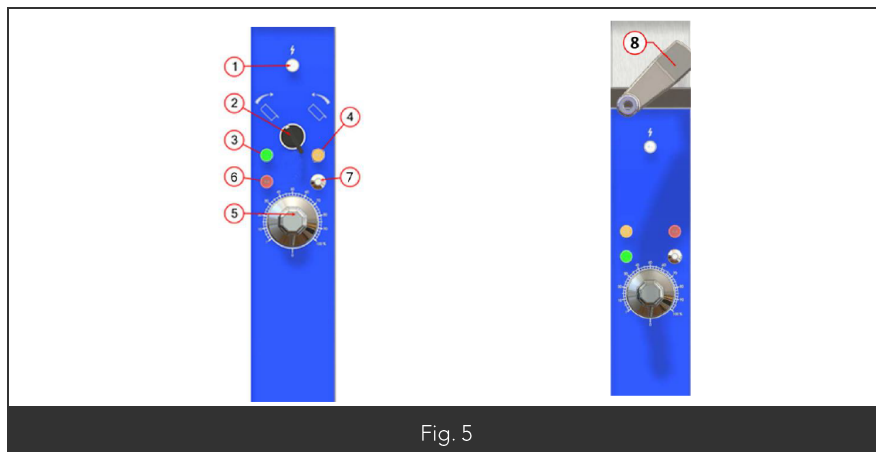

Fig. 5
- L' appareil étant sous tension le voyant blanc s'allume (Fig5 Rep1)
- Tourner la manette du doseur de puissance (Fig5 Rep5) à la puissance désirée.
- Dès lors le voyant vert (Fig5 Rep3) s'allume.
- Le voyant orange (Fig5 Rep4) s'allume également ce qui indique la chauffe de la cuve.
- Selon le modèle (basculement par manivelle ou basculement par vérin) tourner la manivelle (Fig5 rep8) ou le commutateur (Fig5 Rep2) vers la gauche de façon à incliner la cuve.
- Lorsque la cuve atteint le seuil de fin de course le voyant rouge de défaut (Fig5 Rep6) s'éclaire indiquant le défaut et coupant la chauffe.
- Pour réarmer l'ensemble de chauffe il faut d'abord baisser la cuve (tourner la manivelle ou le commutateur vers la droite) puis appuyer sur le poussoir de réarmement (Fig5 Rep7).